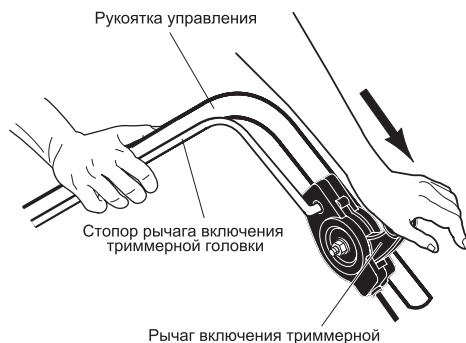

Рис. 8
- Для включения головки газонокосилки прижать стопор рычага включения триммерной головки к рукоятке управления (Рис. 8).